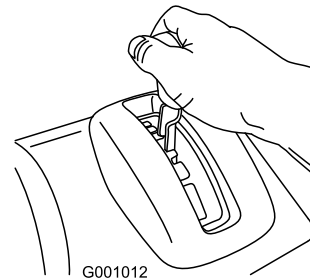

Figure 11
1. Placez le sélecteur de vitesse à la position de marche avant voulue, en veillant à bien l'engager dans le cran (Figure 11).